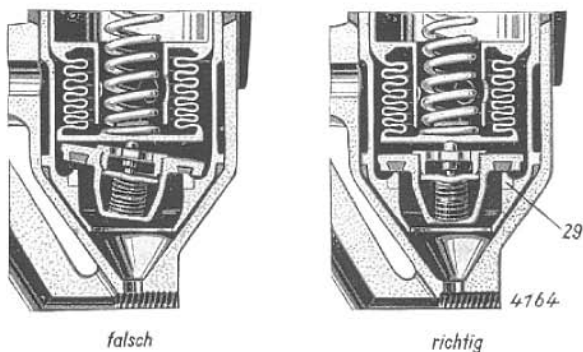

Abb. 65 Falsche und richtige Lage des Ventiltellers
- 3) Reglerventil: Beim Einbau des Reglerventils ist auf unbedingte Dichtheit des Ventilsitzes zu achten (siehe Abb. 65). Auf der unteren Seite des Ventiltellers befindet sich eine Nut, die von einem kraftstofffesten Gummiring LvO 585 ausgefüllt wird. Beim Einsetzen dieses Ringes ist darauf zu achten, daß seine Dichtfläche nicht wellig oder sonst irgendwie verworfen ist. Vorhandene Unebenheiten können mit gewöhnlichem feinen Schmirgelleinen ausgeglichen werden. Die nach einiger Betriebszeit festzustellende, ungefähr 0,5 mm tiefe Einschlagspur des Ventilsitzes ist ohne Einfluß auf das einwandfreie Arbeiten der Pumpe oder auf die Dichtheit des Ventils. Stark beschädigte, nicht mehr nacharbeitbare Gummiringe müssen sofort ausgewechselt werden. Durch eingeschlagene Fremdkörper im Gummidichtring schartig gewordene Dichtflächen erfordern Auswechslung des betreffenden Stahlringes 29, sobald ein Leistungsabfall der Pumpe festzustellen ist. Nacharbeiten an der in der Vertiefung des Federrohres eingreifenden spitzenförmigen Auflage des Regelventils sind nicht zulässig. Klemmen des Ventils und Reglerstörungen sind sonst die Folge.
3. Fremdkörper zwischen Teller und Sitz (siehe Abb. 65).